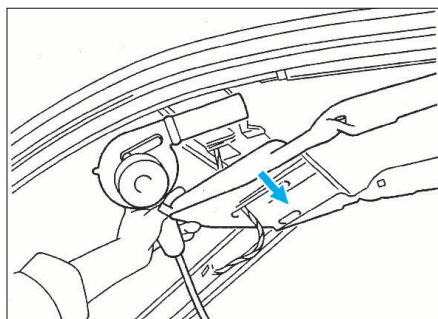

FIG. 41
- les poignées de maintien (11).
- la garniture de custode (12).
- Déclipper et débrancher le plafonnier (13).
- À l'aide d'un appareil chauffant et d'une spatule, décoller progressivement la garniture de pavillon en commençant par l'avant du véhicule (Fig.41).